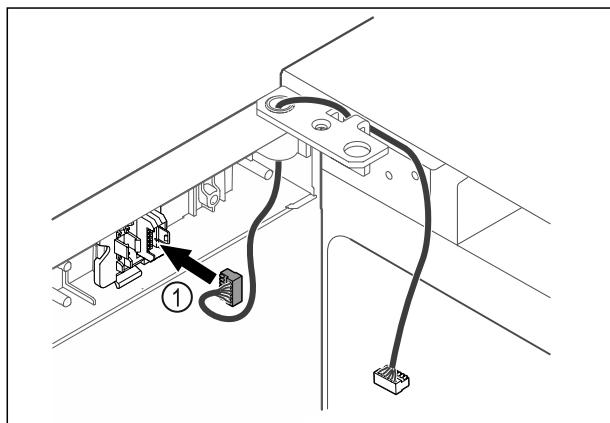

Fig. 53
- ▶ Вставьте штекер Fig. 53 (1) в держатель.